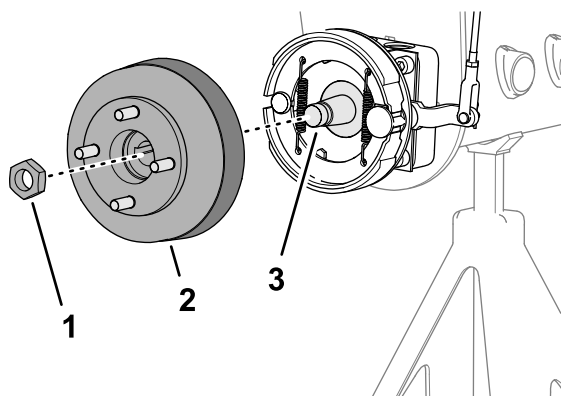
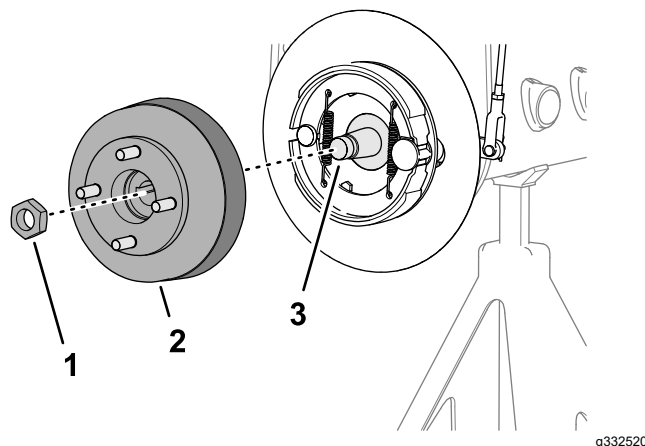

Bild 70
Bild 71
3. Montieren Sie die Radnabe und Bremstrommel auf die Radmotorwelle (**Bild 70** oder **Bild 71**).
4. Befestigen Sie die Radnabe mit der Sicherungsmutter (**Bild 70** oder **Bild 71**) auf der Welle und ziehen Sie diese nur handfest an.